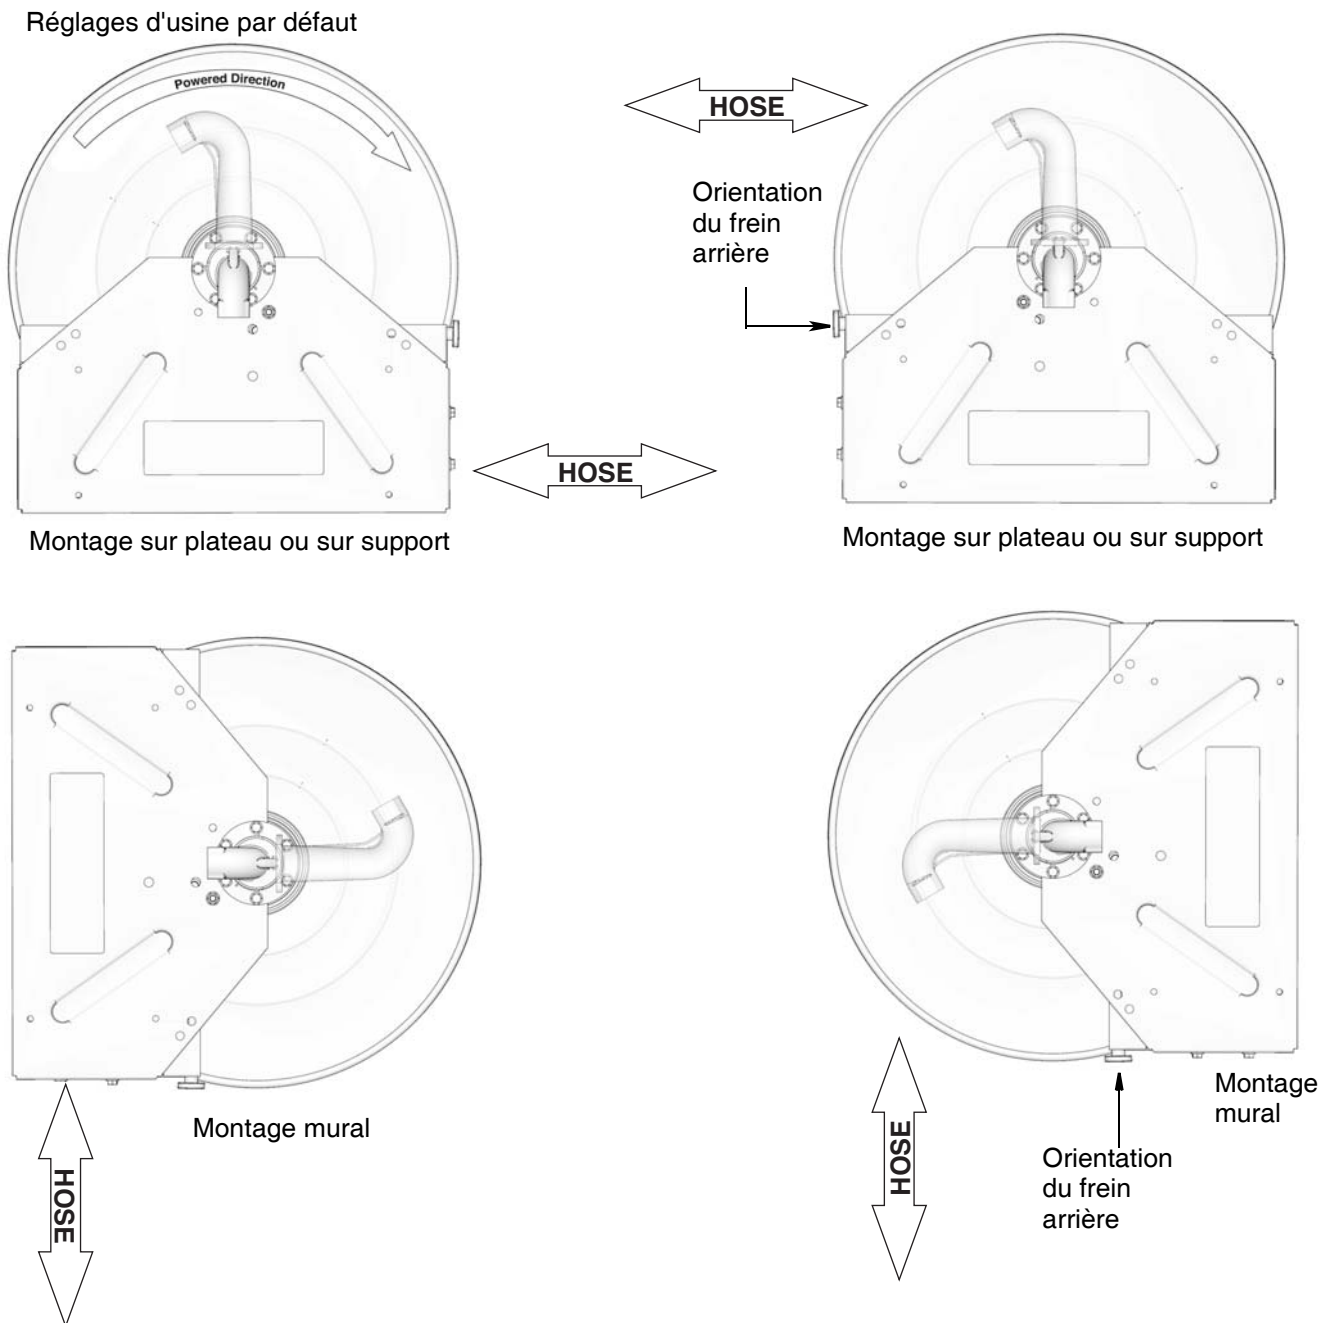
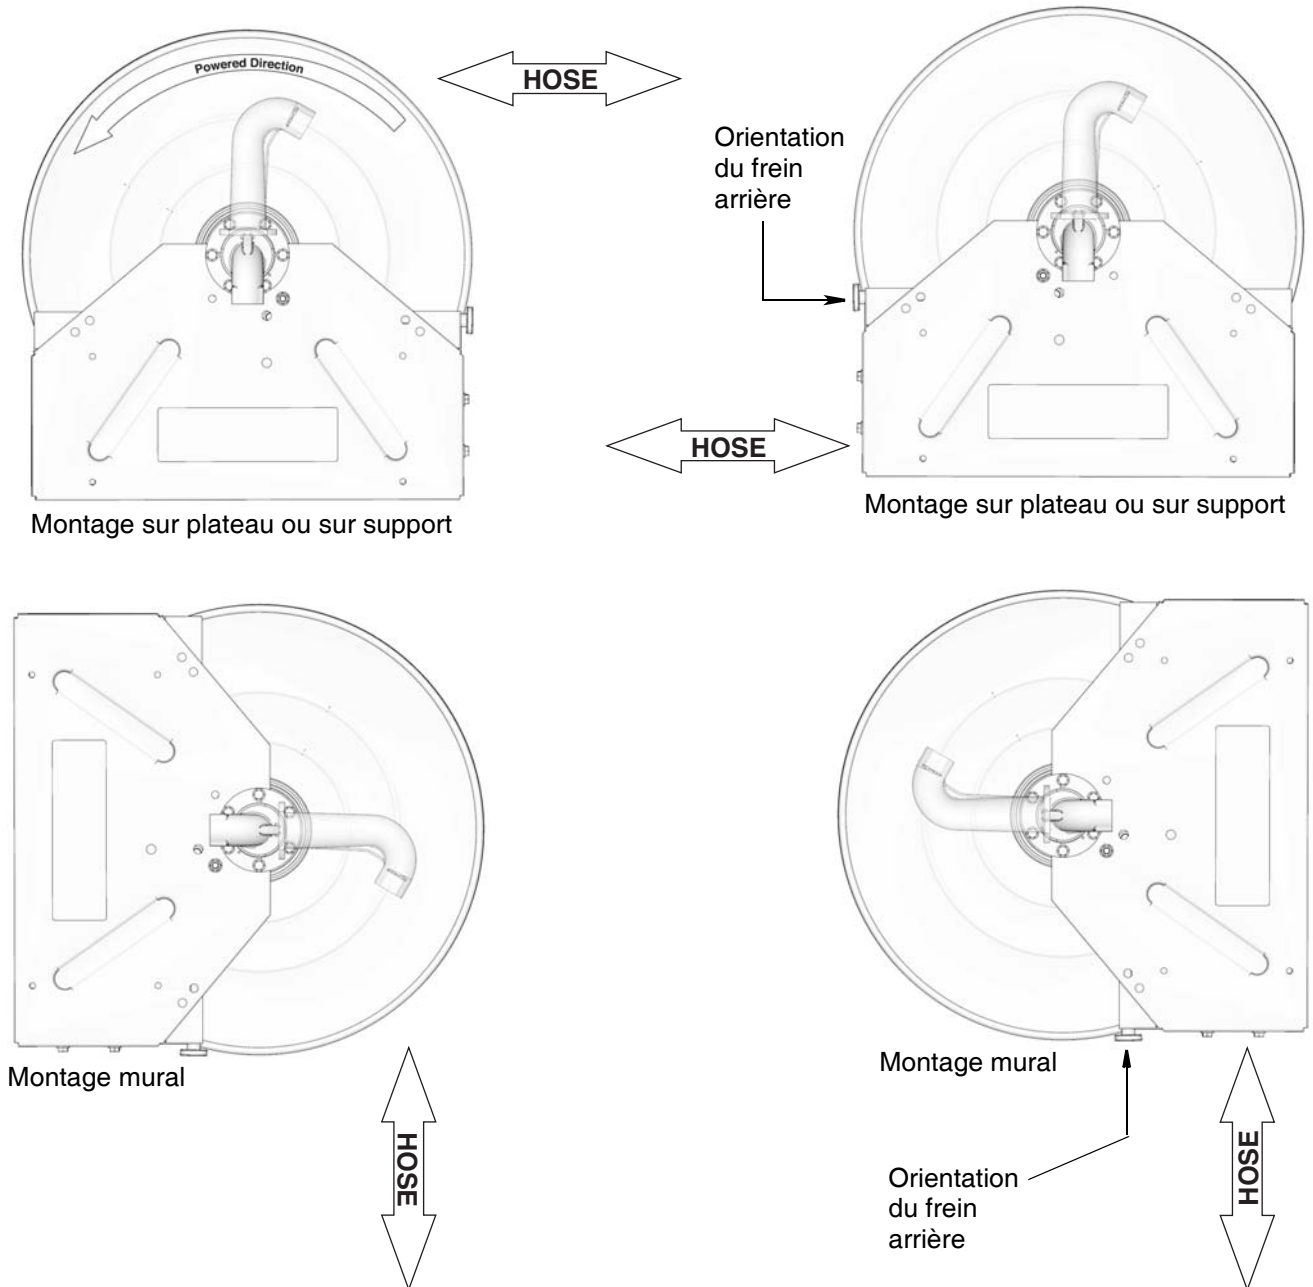

FIG. 22 : Vue du côté de l'entrée
FIG. 23 : Vue du côté de l'entrée
L'orientation de la sortie (17) et la rotation du moteur (26) peuvent être modifiées tel qu'indiqué aux FIG. 22-FIG. 23.
Dans les configurations indiquées à la FIG. 22, lorsqu'il est en marche, le moteur tourne dans le sens inverse des aiguilles d'une montre lorsqu'on le regarde du côté moteur de l'enrouleur. Les quatre configurations indiquées à la FIG. 22 présentent les réglages d'usine concernant la rotation du moteur et l'orientation de la sortie.
Dans les configurations indiquées à la FIG. 23, lorsqu'il est en marche, le moteur tourne dans le sens des aiguilles d'une montre lorsqu'on le regarde du côté moteur de l'enrouleur. Les quatre configurations indiquées à la FIG. 23 nécessitent l'inversion de la rotation du moteur (26) et l'inversion de la sortie (17).
3. Déterminez l'orientation adéquate de la sortie (17) pour l'emplacement de votre installation. Consultez la section Orientation de la sortie et rotation du moteur, FIG. 22, page 28 et FIG. 23, page 29.